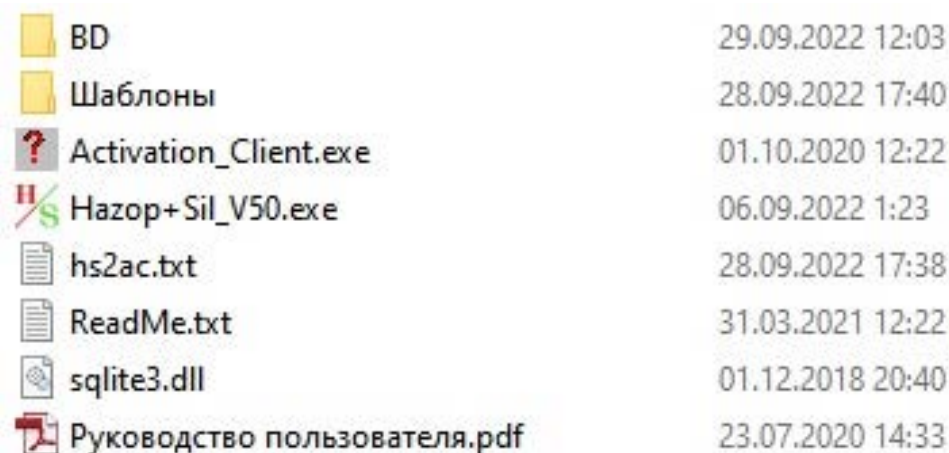

Рисунок 2.2 – Состав папки с дистрибутивом ПК (пример)
Папка с дистрибутивом включает (см. рисунок 2.2):
1. Откройте Проводник Windows или любой другой файловый менеджер и перейдите в рабочую папку ПК (см. рисунок 2.2). Наведите курсор на файл программы (значок ПК – ) и сделайте двойной щелчок левой кнопкой мыши.
- откройте Проводник Windows, и перейдите в рабочую папку ПК (см. рисунок 2.2);